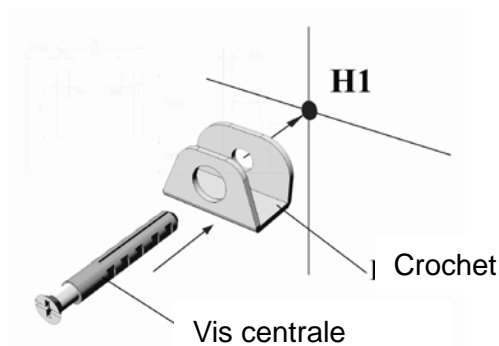

Figure 3
- Fixez deux crochets dans le mur aux emplacements H1 et H2 avec des vis centrales (figure 3).